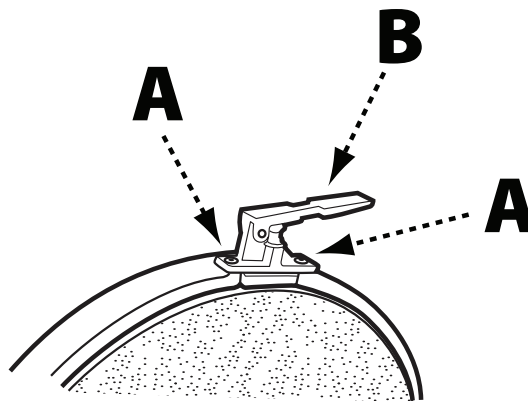

FIGURE 2
- Référez-vous à la Figure 2 et retirez les 2 vis à 6 pans (A) du support de disque en utilisant la clé Allen de 2,5 mm fournie.
- Aligned les trous de vis de l'ensemble de levier de frein (B) avec ceux du support de disque et fixez ces deux parties en utilisant les vis à 6 pans que vous avez retirées à l'étape 1.